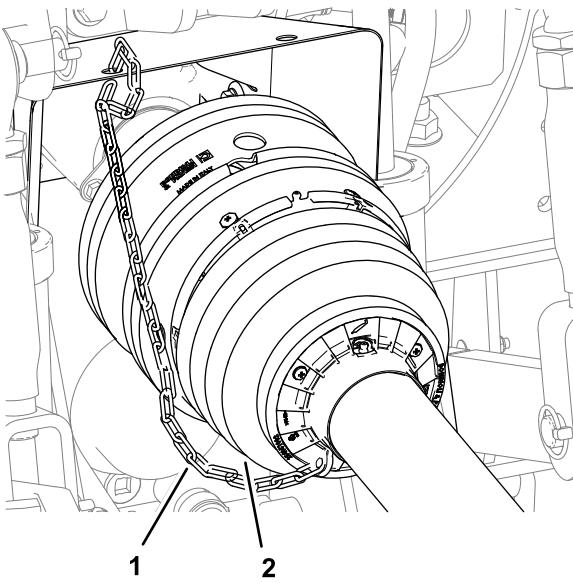

Figura 32
- Collegate la catena di fissaggio a una parte fissa del veicolo di traino (Figura 32).